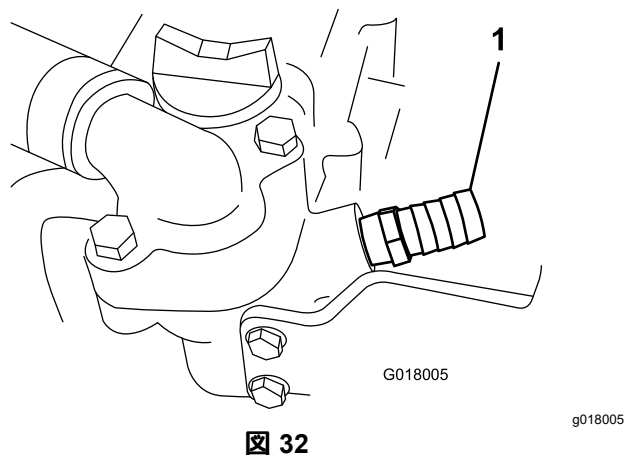

図 32
2. ドリップパンを置く。サーモスタットハウジングの前下にあるプラグを抜き、ストレートフィッティング5/8"にパイプシーラントを塗って車体に取り付ける図 32。